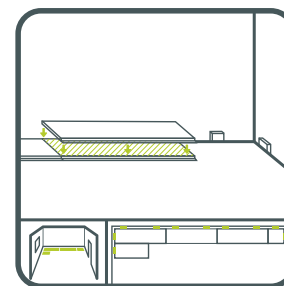

рис. 4
- › положить поверх последней установленной планки ещё одну планку (см. рис. 4);